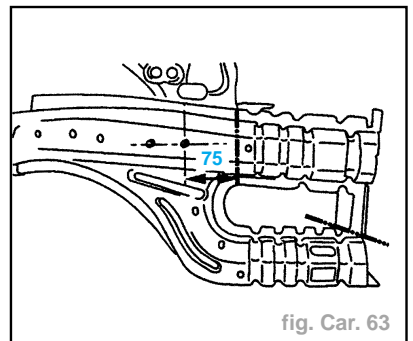

fig. Car. 63
- Tracer puis découper à l'aide d'une meule épaisseur **1 mm** (coupes provisoires) (fig. Car. 63).